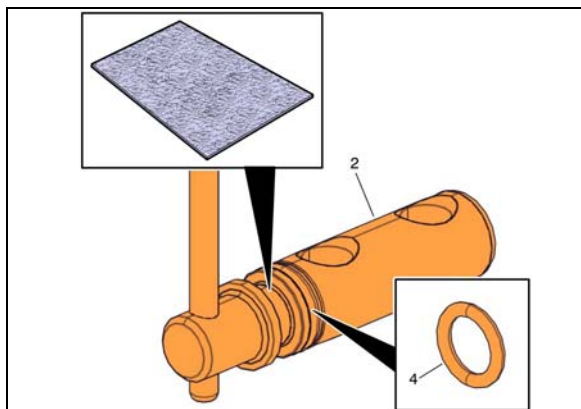

FIGURE 8: INSPECTER LE JOINT TORIQUE (4) ET LE CYLINDRE (2)
8. En utilisant un tampon de nettoyage abrasif, enlever tout débris et traces de corrosion sur le cylindre et dans le logement du cylindre (FIGURE 8).